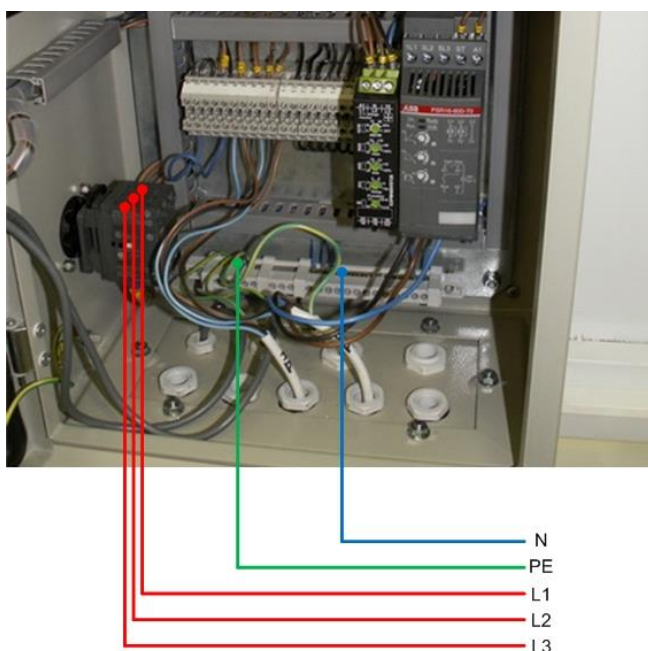

Рис.7 Подключение электропитания.
- Подключить электропитание (рис.7) к блоку управления. Минимальное сечение питающего кабеля - $5 \times 2,5 \text{ мм}^2$. Фазные провода подключаются к клеммам 1L1, 3L2, 5L3 пакетного выключателя QS1 (внутри блока управления), провода нейтрали и заземления - соответственно к шинам N и PE;